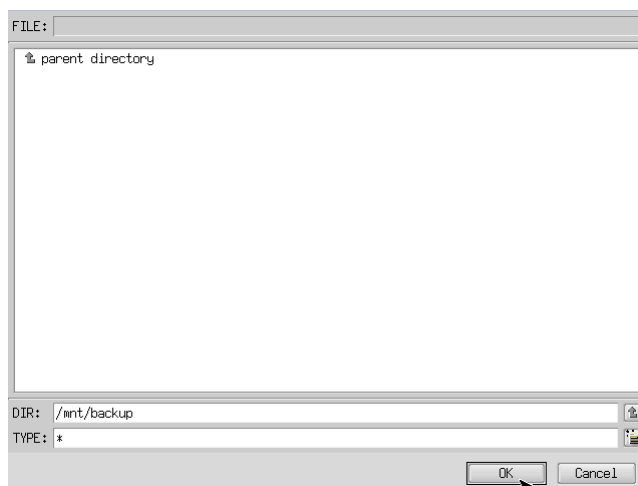

図 6-3-3. フォルダ参照画面
- ④ フォルダ参照画面（図 6-3-3）が表示されます。②で接続したメディアは、/mnt にマウントされているので、/mnt 以下のフォルダを選択してください。[OK]を押すとフォルダ選択画面にもどります。